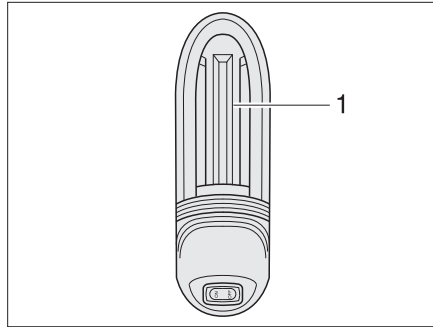

Bild 316 Garagenleuchte
- Leuchtenabdeckung (Bild 316,1) etwas nach oben schieben und abnehmen.